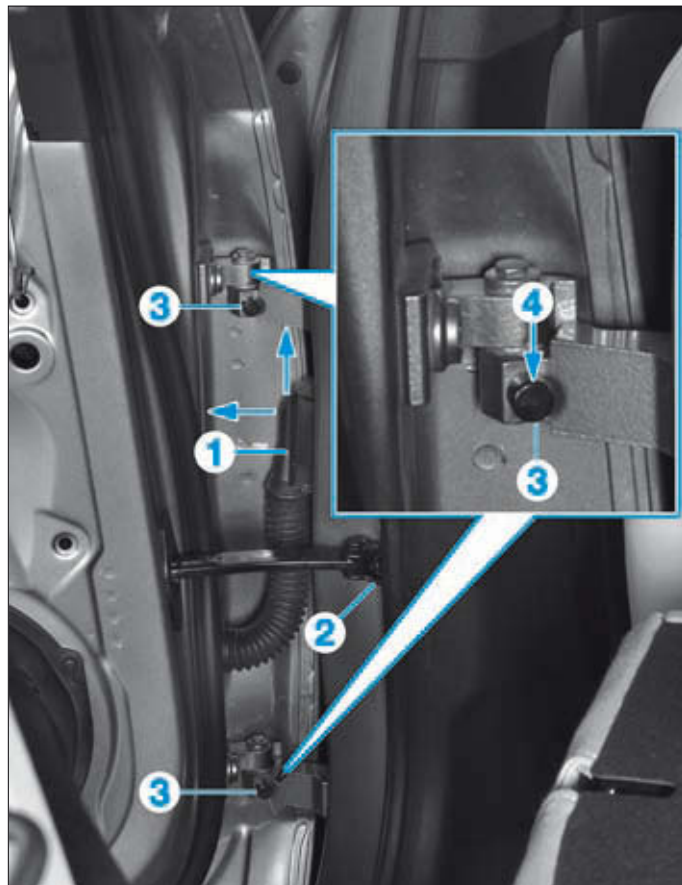

FIG. 99
- Déverrouiller puis débrancher le connecteur (1) de porte sur le pied Milieu. (Fig.99).
- la vis (2) du limiteur d'ouverture,
- les caches (3) des axes de portes,
- les vis (4).